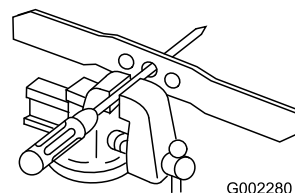

Figura 38
1. Compruebe el equilibrio de la cuchilla colocando el taladro central de la cuchilla sobre un clavo o el palo de un destornillador fijado horizontalmente en un torno de banco (Figura 38).